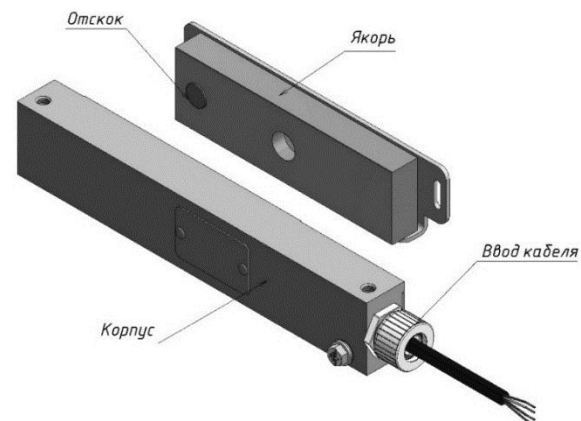

Рисунок 8 - Взаимное положение корпуса и якоря для замка варианта «Н»
**Внимание! При монтаже якоря замка варианта «Н» необходимо соблюдать положение отскока якоря относительно корпуса. Якорь должен быть ориентирован так, чтобы отскок якоря был направлен к корпусу с противоположной от кабельного ввода стороны (рисунок 8).**